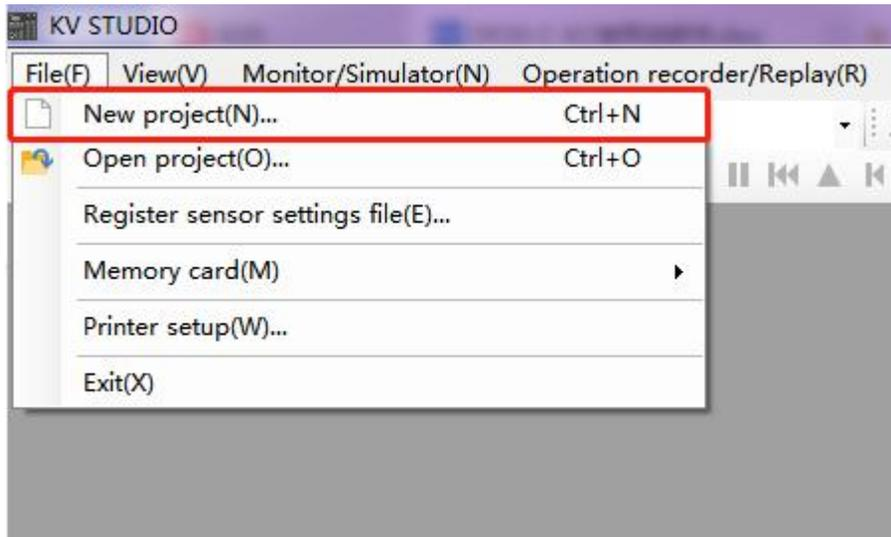

图 4-3
- 打开 KV STUDIO 软件，如图 4-3 所示点击菜单栏里的“File”，单击“New project”：